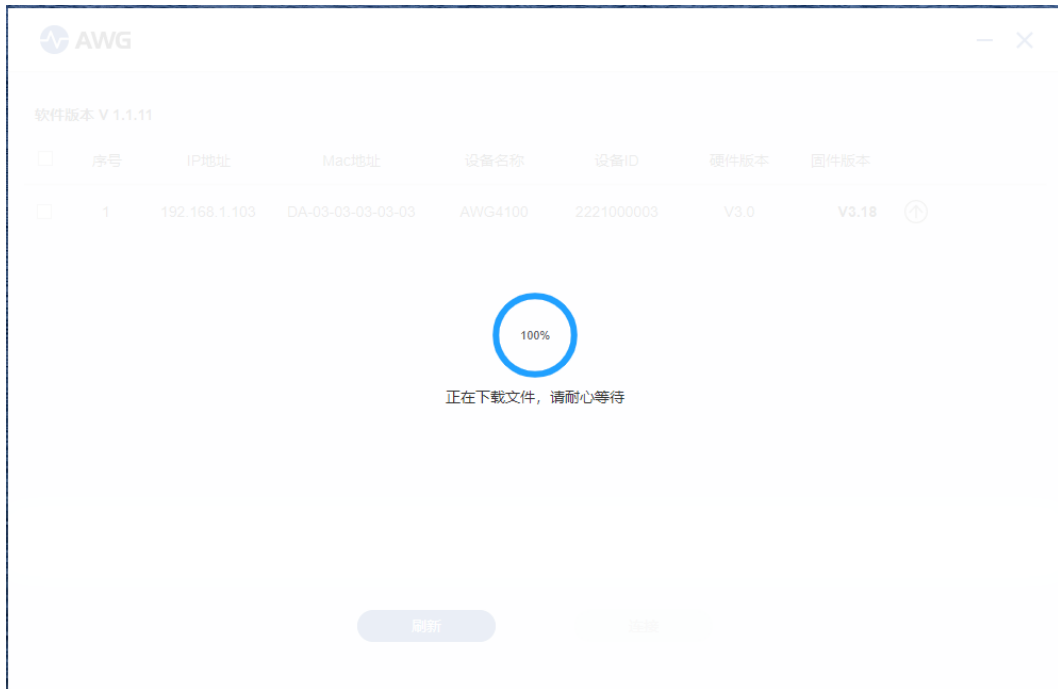

图 3.1.2 软件更新文件下载
- 1、点击“Update（更新）”按钮后，进入软件更新文件下载流程，如图 3.1.2 所示。